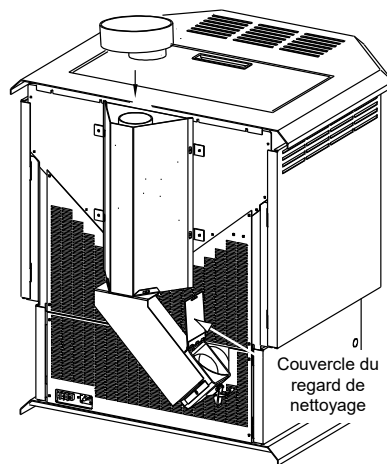

Figure 20.1
- b. Ouvrez le couvercle de nettoyage (**Figure 20.1**).